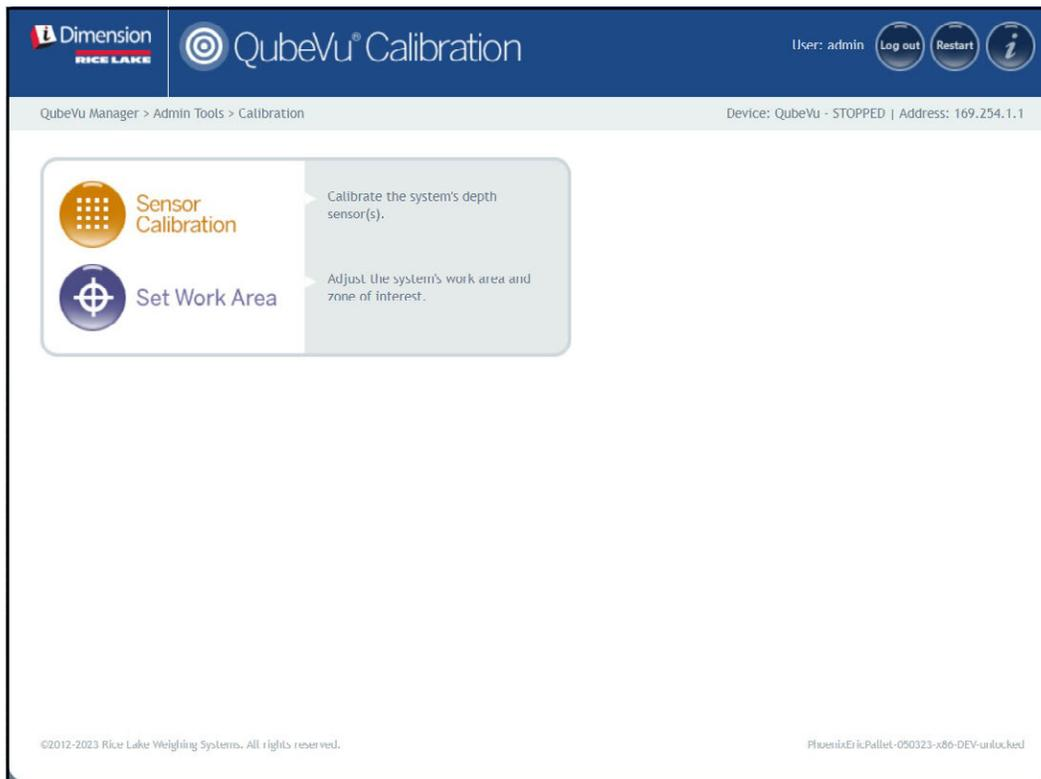

Figura 6-2. Menú de calibración
1. Seleccione  **Sensor Calibration** en el menú **Calibration** (Calibración) (Figura 6-2 en la página 44). Aparece el menú **Sensors Calibration** (Calibración de sensores).
1. Seleccione  **Sensor Calibration** en el menú **Calibration** (Calibración) (Figura 6-2 en la página 44). Aparecerá el menú **Remote Sensors Calibration** (Calibración de sensores remotos).